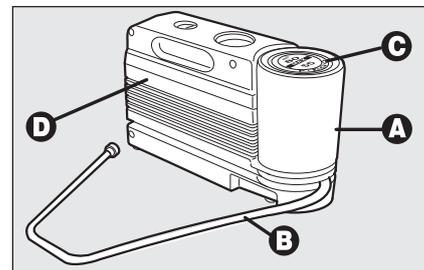

fig. 11
Il kit **fig. 11** è ubicato nel bagagliaio. Nel contenitore del kit di riparazione rapida sono reperibili anche il cacciavite e l'anello di traino.
- una bomboletta **A-fig. 11** contenente il liquido sigillante, dotata di: